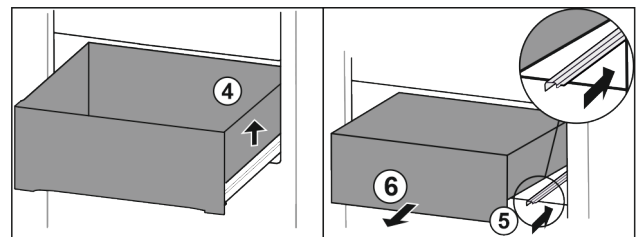

Fig. 69
► Schubfach rechts anheben. Fig. 69 (4)
► Rechte Schiene einschieben. Fig. 69 (5)
► Schubfach nach vorne entnehmen. Fig. 69 (6)